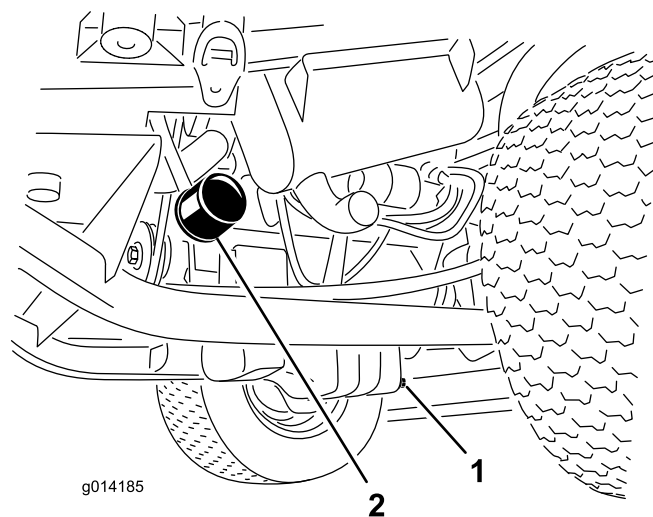

Figura 27
3. Retire el filtro de aceite (Figura 27).
1. Retire el tapón de vaciado (Figura 27) y deje fluir el aceite a un recipiente apropiado.